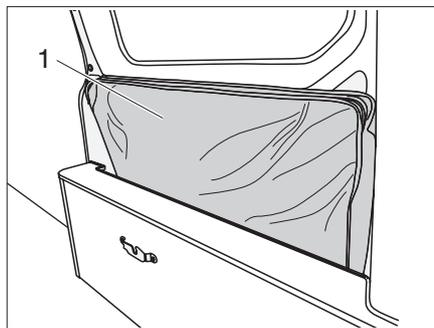

Fig. 51 Tavolo stivato
- ▶ Stivare il tavolo (Fig. 51,1) nella tasca di contenimento.